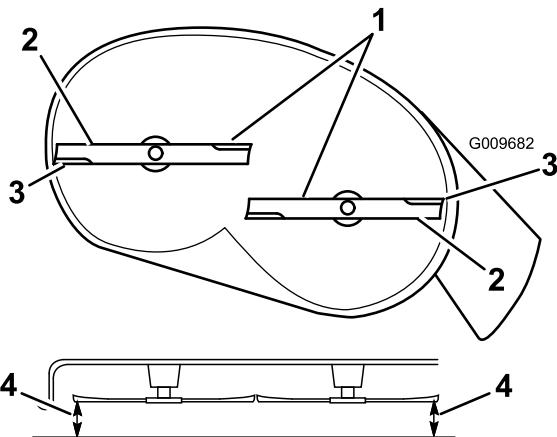
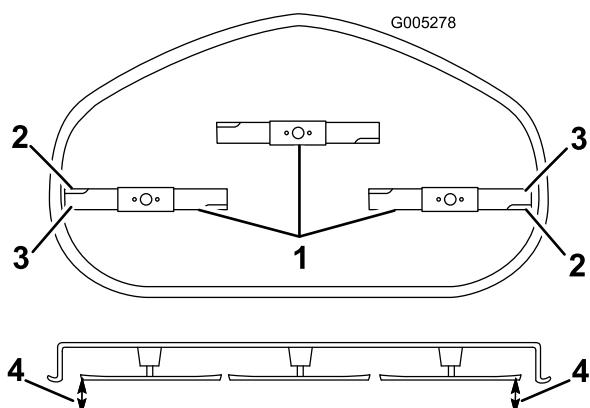

Figura 55
Figura 56
- Gire cuidadosamente las cuchillas hasta que estén todas orientadas lateralmente (Figura 55 y Figura 56).
- Mida entre los bordes de corte exteriores y la superficie plana (Figura 55 y Figura 56). Si hay una diferencia de más de 5 mm (3/16 pulg.) entre ambas dimensiones, se requiere un ajuste; siga con este procedimiento.